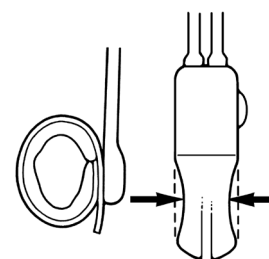

Abbildung 4-40. System (nach Deaktivierung erneut) aktivieren
5. Mehrmals auf den Deaktivierungsknopf drücken, um den Ventilkegel zu lösen (**Abbildung 4-40**). Dann kurz, aber kräftig auf den Pumpenballon drücken.